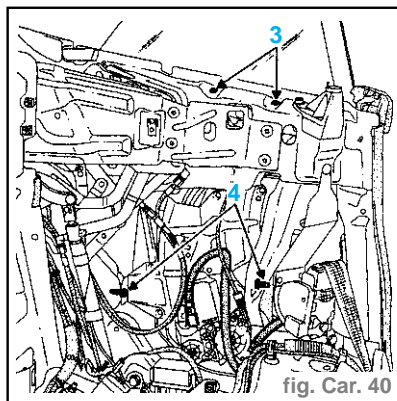

fig. Car. 40
- Serrer les écrous (1) de fixation de vitre.
- Serrer les vis de fixation supérieures (3). (fig. Car. 40)
- Serrer les vis de fixation inférieures (4).